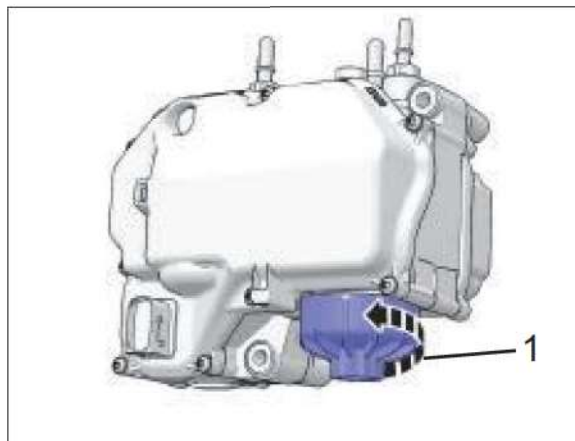

Figure 6.10 - Maak het filterdeksel los.
5. Het filterdeksel losmaken, zie item 1, afb. 6.10.